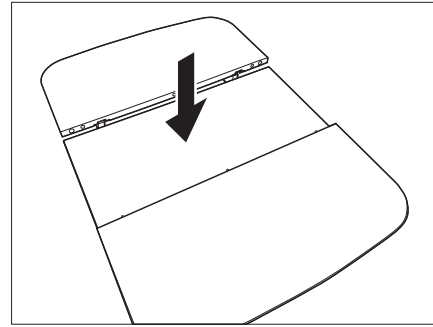

Bild 111 Mittelteil absenken
- Das Mittelteil des Tisches kräftig nach unten drücken. Das Mittelteil rastet in der unteren Stellung ein (Bild 111).